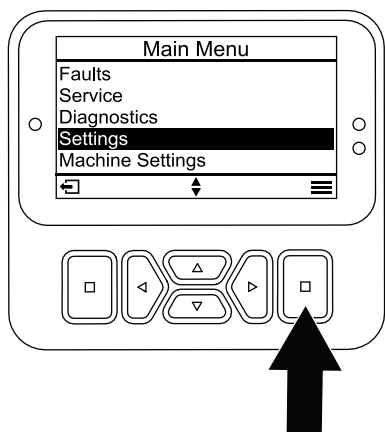

Bild 32
1. Blättern Sie vom HAUPTMENÜ zum Menü EINSTELLUNGEN und drücken Sie die Auswahl taste (Bild 32).